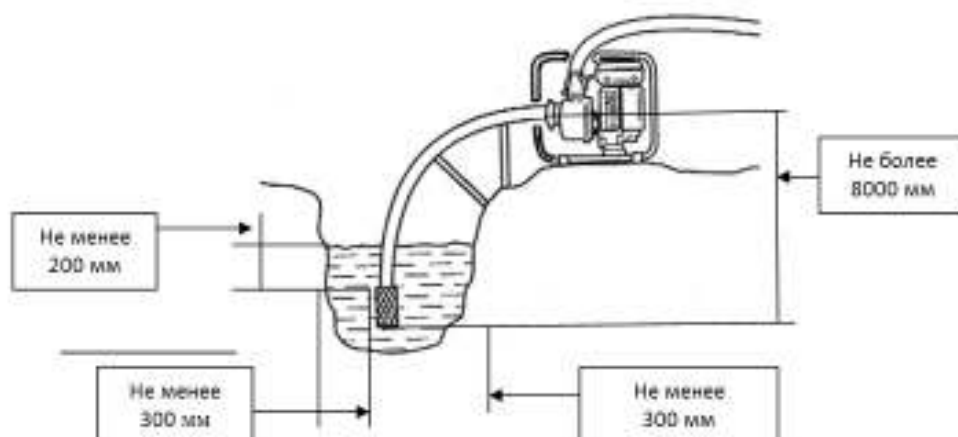

РИС.12
1. Установите мотопомпу вблизи водоема(емкости) на твердую ровную горизонтальную поверхность, опустить фильтр всасывающего рукава в водоем(емкость),обеспечив вертикальное положение фильтра и необходимые расстояния, как показано на рис. 12.